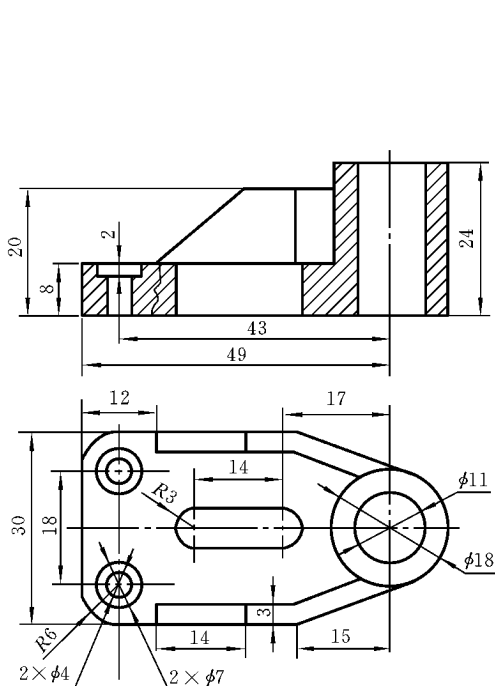

图 3.31
3. 正确识别如图3.31所示的两个视图,按图中的尺寸1:1绘制该机械零件,建议练习镜像、移动中复制、圆角、打断、延伸、偏移、拉伸、修剪等编辑命令。